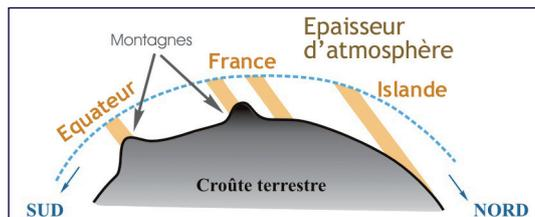

Fig. 3 - Les UV et l'atmosphère de la terre
Invisibles pour l'œil humain, les rayons ultraviolets (UV) sont particulièrement dangereux pour la peau et les yeux. Il s'agit de la partie du rayonnement solaire dont la longueur d'onde est inférieure à $0,4 \mu\text{m}$ (le violet correspond à l'intervalle $0,40 - 0,43 \mu\text{m}$). L'atmosphère de la terre ne les arrête que partiellement, en fonction de son épaisseur (fig. 3). Ainsi, dans les régions du nord ou au soleil couchant, les rayons solaires, très inclinés sur l'horizon, sont-ils plus absorbés qu'à midi ou près de l'équateur. Il faut tenir compte de tous les effets : latitude, heure de la journée, saison.